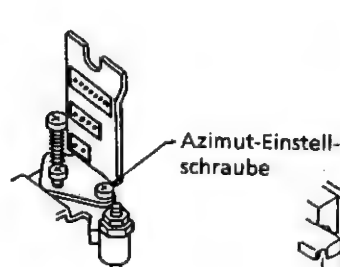

Abbildung 1-58.
- b) Ein Abgleichband verwenden und das 6-kHz - Audiosignal (Monoskopmuster für Videosignal) wiedergeben. Die Azimut - Einstellschraube justieren, um das max. Audio - Ausgangssignal am Oszilloskop zu erhalten (siehe Abbildung 1-58).